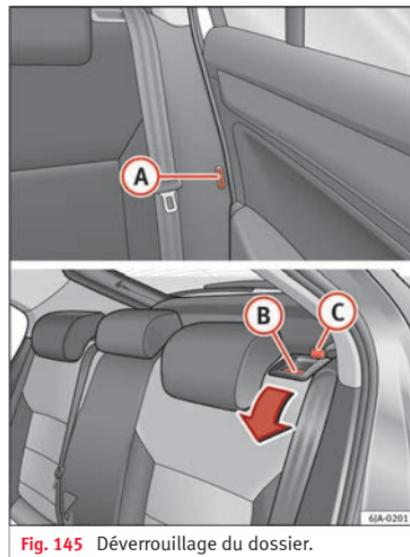

Fig. 145 Déverrouillage du dossier.
- Introduisez le pêne de la ceinture de sécurité dans le trou **(A)** » fig. 145 situé sur le côté correspondant du véhicule - position de sécurité.